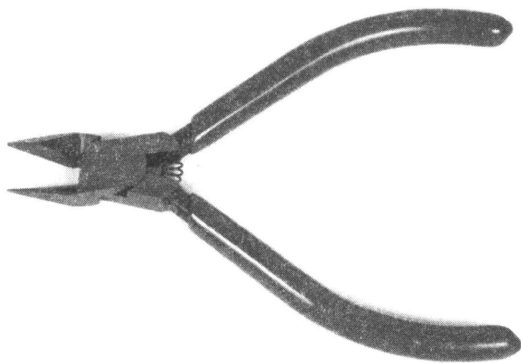

Рис. 3.1. Пример недорогих бокорезов удобной формы
- **Бокорезы** — т. е. малогабаритные кусачки с губками, расположенными вертикально или под 45° — должны иметь острые, а не закругленные концы, быть сделанными из хорошей стали (бокорезы из маникюрного набора не подойдут решительно), а лезвия должны точно, без перехлеста, сходиться (рис. 3.1). Для проверки качества посмотрите через сомкнутые лезвия на свет — никакой щели наблюдаться не должно. Хорошо подогнанные и заточенные бокорезы должны резать бумагу. Долго будут служить имеющиеся кое-где в продаже бокорезы из твердого сплава (если у них лезвия хорошо подогнаны друг к другу, то ими можно кусать даже кевларовую нить, которая обычным ножницам и резакам не поддается). Однако, какого бы качества лезвия ни были, не следует кусать такими бокорезами стальную и даже толстую медную проволоку — для этой цели следует иметь обычные слесарные кусачки. Если в процессе работы на лезвиях все же образовались зазубрины — следует подправить их плоским алмазным надфилем или отдать их в переточку в профессиональную точильную мастерскую.